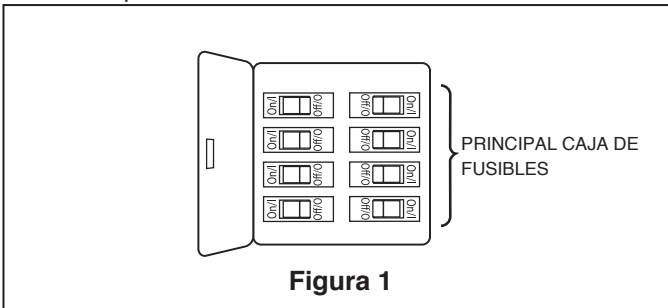

Figura 1
Su nuevo ventilador de techo requiere una línea de suministro eléctrico con conexión a tierra de 220-240 voltios de CA, de 50 Hz. La caja de distribución eléctrica debe estar bien asegurada y debe ser capaz de soportar una carga de al menos 15,88 kg. La figura 1 muestra diversas configuraciones estructurales que podrían utilizarse para montar la caja de distribución eléctrica.
1. Corte el exceso de cable aproximadamente de 15 a 23 cm (6 a 9 pulgadas) por encima de la parte superior del barral. Pele 1,2 cm (½") del aislamiento en cada extremo del cable. (Figura 1)
Para evitar una posible descarga eléctrica, asegúrese de cortar la alimentación eléctrica de la caja de fusibles principal antes de colgar el ventilador. (Figura 1)
Para evitar posibles descargas eléctricas, asegúrese de que la electricidad esté desconectada en la caja de fusibles principal antes de realizar la instalación eléctrica. (Figura 1)
1. Retire uno de los dos tornillos de reborde de la abrazadera para colgar. Afloje el segundo tornillo de reborde sin retirarlo del todo. Ensamble la base girando el chavetero de la base sobre el tornillo de reborde de la abrazadera para colgar. Ajuste el tornillo de reborde. Ensamble por completo el segundo tornillo de reborde que antes había retirado y ajústelo. (Figura 1)
1. Asegure las tres palas usando los 20 tornillos de 1/4" con arandelas planas en la placa de las palas a través de los orificios ubicados en la parte inferior del motor. (Figura 1)
1. Si desea que el flujo de aire se desplace en la dirección opuesta, apague el ventilador y espere a que las aspas se detengan. Luego deslice el conmutador inversor a la posición contraria y vuelva a encender el ventilador. (Figura 1)